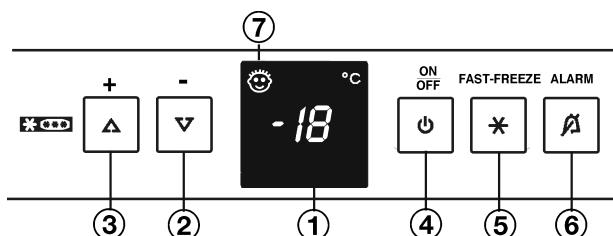

Fig. 2
- Appuyer sur la touche On/Off Fig. 2 (4).
- Activer le mode de réglage : appuyer sur la touche Fast-Freeze Fig. 2 (5) env. 5 secondes.
► Utiliser la touche de réglage "+" Fig. 2 (3) et la touche de réglage "-" Fig. 2 (2) pour sélectionner h.
► Confirmer : appuyer brièvement sur la touche Fast-Freeze Fig. 2 (5).
► Régler l'affichage plus lumineux : appuyer sur la touche de réglage "+" Fig. 2 (3).
► Régler l'affichage plus sombre : appuyer sur la touche de réglage "-" Fig. 2 (2).
► Confirmer : appuyer sur la touche Fast-Freeze Fig. 2 (5).
► Désactiver le mode de réglage : appuyer sur la touche On/Off Fig. 2 (4).